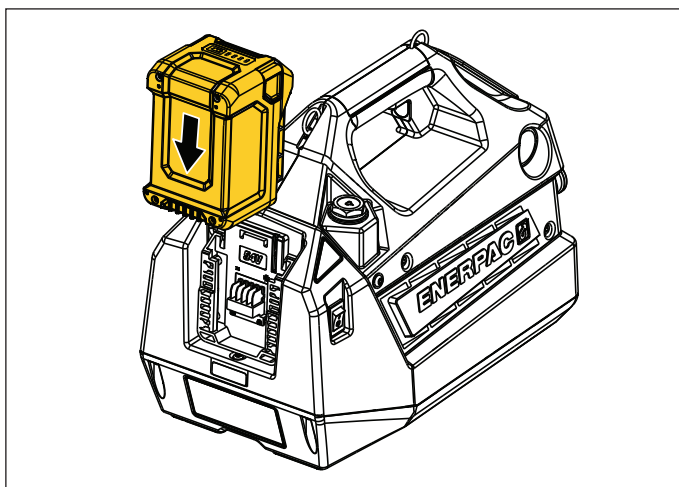

Figura 7: Acumulatorul - Instalare
- **Pentru a instala acumulatorul în pompă:** Glisați acumulatorul în jos în compartimentul său din spatele pompei. Asigurați-vă că acesta se fixează în poziție în siguranță. Consultați Figura 7.